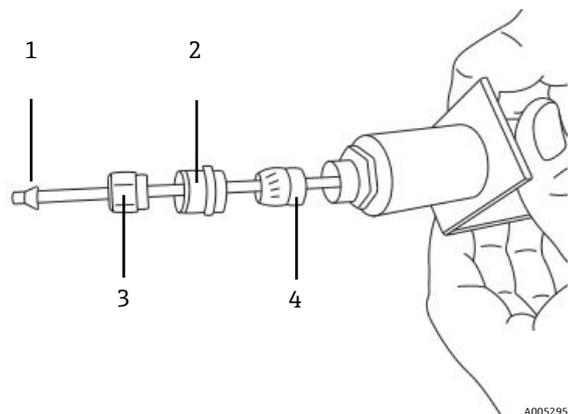

Figure 89. Raccords sur la sonde d'oxygène (côté panneau)
10. Éloigner le conduit de la sonde du panneau et retirer les raccords de l'extrémité de la sonde (côté panneau). Voir la figure 89.